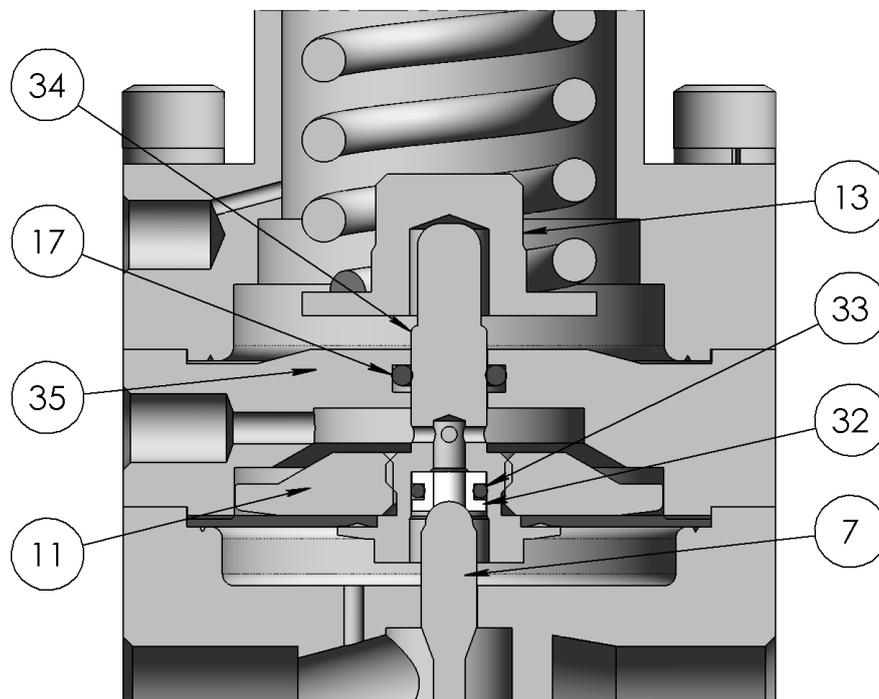

Рис. 6
2. Наденьте уплотнительное кольцо седла выпускного отверстия без отвода (33) на седло выпускного отверстия без отвода (32), а затем вставьте седло в винт мембраны (34). Убедитесь, что скошенный край седла обращен наружу.
3. Наденьте мембрану (12) на винт мембраны (34). Смажьте тонким слоем резьбу винта мембраны (34), а затем наденьте на него пластину мембраны (11). Затяните с моментом 7 фунт-сил (10 Н·м).
4. Вставьте уплотнительное кольцо (17) в пластину с выпускным отверстием без отвода (35) и смажьте его тонким слоем.
5. Вставьте мембрану в сборе в пластину с выпускным отверстием без отвода (35), как показано на Рис. 6.
6. Установите всю мембрану и пластину в сборе в корпус (10), отцентрировав дренажное отверстие желаемым образом. Убедитесь, что мембрана (12) правильно установлена в корпус (10).
7. Наденьте нижнюю направляющую пружины (13) на винт мембраны (34).